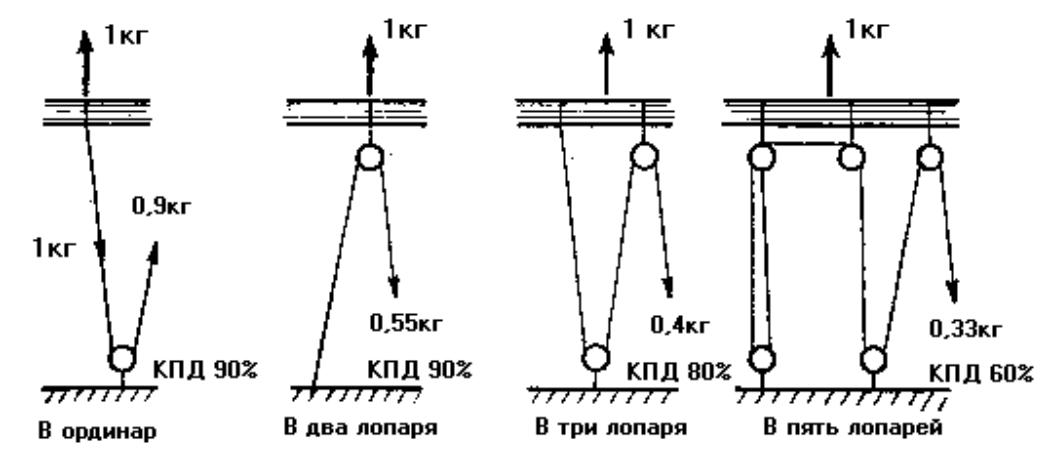

Рис. 44. Некоторые способы проводки гика-шкотов
**Блоки** служат для облегчения работы с бегучим такелажем и изменения направления тяги. Неподвижный блок не дает выигрыша в силе и служит лишь для изменения ее направления. Подвижной блок дает выигрыш в силе примерно вдвое, но для перемещения груза требует вдвое больше снастей, чем потребовалось бы без блока. Для определения выигрыша в силе, который дают тали считают, сколько снастей держит груз. Сколько таких снастей — **лопарей**, таков примерно и выигрыш в силе. Различные виды талей показаны на **рис. 44**. Сколько лопарей в талях, во столько раз длиннее надо взять конец для образования талей.
Коэффициент полезного действия блока (к. п. д.) тем меньше, чем больше трение шкива по оси и о щеки, больше перегиб троса и трение самого троса. При нормальной конструкции и размерах блока его к. п. д. составляет около 90%; значит, сила на ходовом конце на 10% больше, чем на коренном. Если тали сложной конструкции, то потери довольно велики: в частности, на талах в три лопаря (рис. 44) на ходовом конце надо прилагать силу не 0,33 кг, а